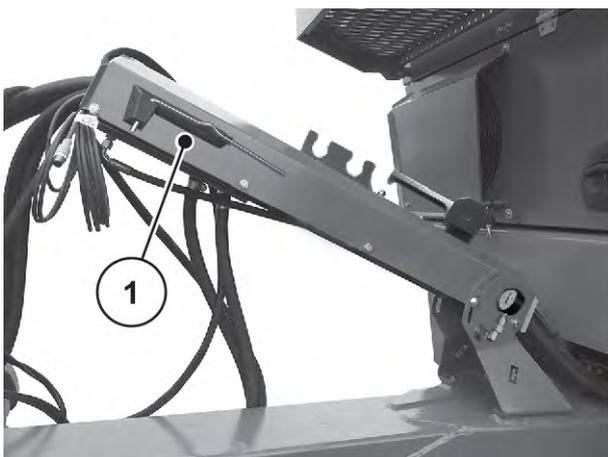

Fig. 64: Position du levier de réglage
- ▶ Replacer le levier de réglage dans le support prévu. Voir *Fig. 64 Position du levier de réglage*